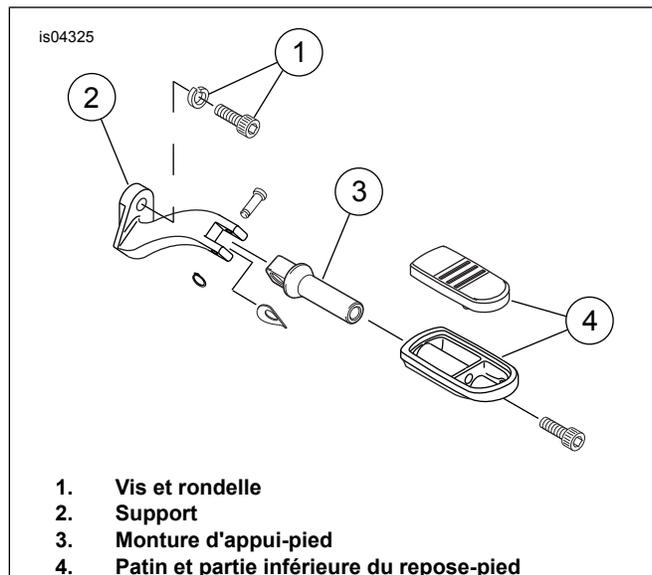

Figure 1. Composants des repose-pieds passager (FLHX)
1. Voir Figure 1 . Retirer les repose-pieds ou les marchepieds passager, les supports et la visserie de montage existants.